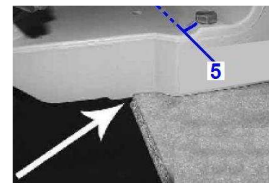

Fig.2
Mettere la macchina sul bordo del banco di lavoro fino al limite (ved. Fig.2) e avvitare utilizzando i fori (5) localizzati sulla base (viti non incluse).